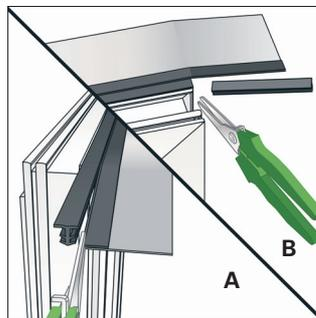

Bild 16: A) Überstände der Folie an der Keder-Knickkante einschneiden B) Keder bündig zum Rahmen abschneiden
- Den Keder an der Knickkante an den Überständen der Folie einschneiden und bündig bis zum Fensterrahmen abreißen (Bild 16). Fenster montieren und die Wärmedämmung in die Fensteranschlussfuge einbringen. Wir empfehlen den FM230 Fensterschaum*.